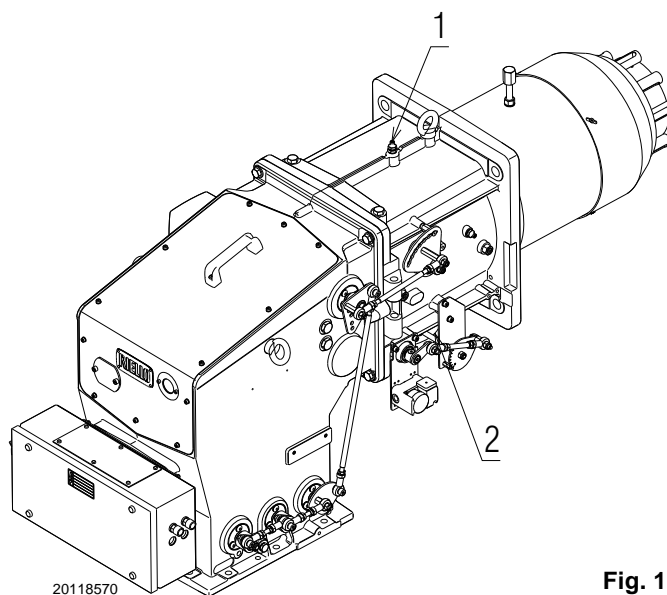

Fig. 16
Pressione del gas misurata alla presa 1)(Fig. 16), con:
Perdita di carico farfalla gas 2)(Fig. 16) con apertura massima: 90°.
- sottrarre dalla pressione del gas alla presa 1)(Fig. 16) la pressione in camera di combustione.
Pressione del gas alla presa 1)(Fig. 16) = 27,4 mbar
Per conoscere invece la pressione del gas necessaria alla presa 1)(Fig. 16), fissata la potenza massima di modulazione alla quale si desidera funzioni il bruciatore:
- Leggere sulla destra, colonna 1, la pressione alla presa 1)(Fig. 16).
pressione necessaria alla presa 1)(Fig. 16).